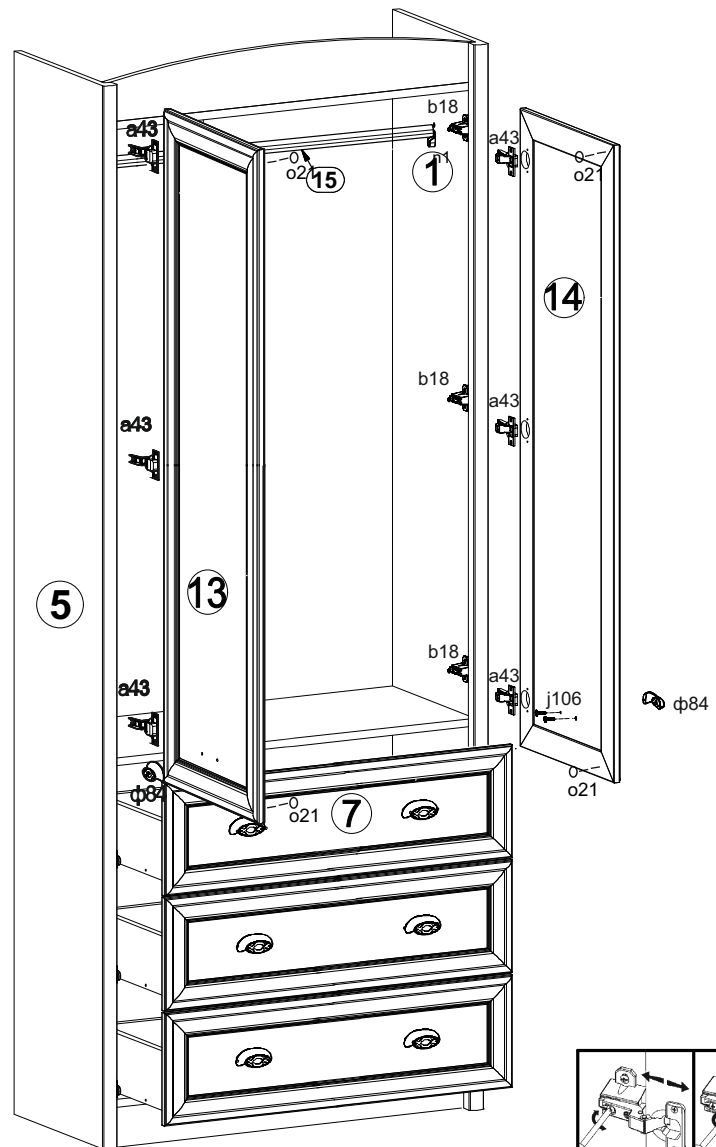

Рисунок 6
планками петель **b18**. При необходимости отрегулировать положение дверей, вращая регулировочные винты (см. рис.6).
26. В отверстие  $\varnothing 5$  мм на внутренней поверхности дверей **2, 3, 4** вставить винт **j106**, снаружи совместить ручку **ф84** с резьбой винта и завернуть винт, удерживая ручку. (см. рис. 6).
27. Установить штангу стационарную **15** штангодержатели **n1** (см. рис. 6).
28. На дверях **13, 14** закрепить силиконовые отбойники **o21** (см. рис. 6).
24. Положить двери **13**, **14** фасадной поверхностью вниз на ровную поверхность и закрепить на них петли шарнирные **a43** шурупами **p51** (см. рис. 6).